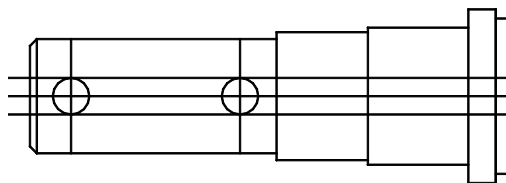

图 11-45 绘制键槽圆
(3) 使用圆工具，绘制键槽左端圆和右端圆。结果如图 11-45 所示。